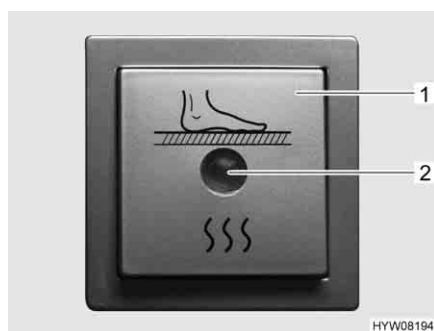

Fig. 71 Interruttore per riscaldamento elettrico del pavimento
- Premere l'interruttore a bilico (Fig. 71,1). La spia di controllo nell'interruttore (Fig. 71,2) si accende.
- Premere l'interruttore a bilico (Fig. 71,1). La spia di controllo (Fig. 71,2) nell'interruttore si spegne.